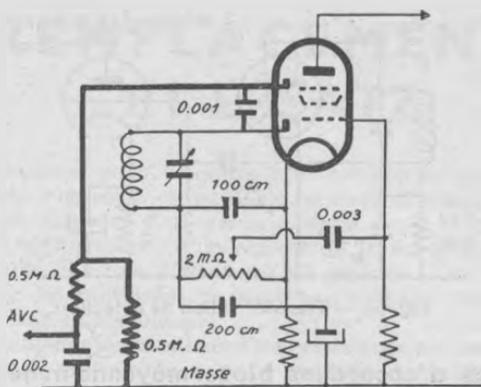

Fig. 34. — A. V. C. retardé sur double diode-triode ou pentode.
c) *Détection par double diode-triode ou pentode*. — Nous pouvons nous permettre de faire un A. V. C. retardé, c'est-à-dire n'agissant pas sur les signaux faibles qui conservent toute leur énergie. C'est en somme le même schéma que le précédent, à cette différence près que les fonctions des deux diodes sont séparées, comme dans la figure 34. On remarquera que la tension de polarisation de l'élément pentode est appliquée aussi à la diode, et la régulation se produit seulement quand le signal dépasse cette tension.